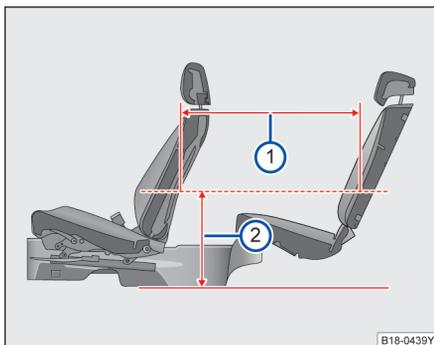

图 65 座椅座间距
当前排座椅前后位置：座椅最后往前滑动 125mm，高度及靠背角都处于设计位置；后排座椅位于设计位置时，在距离地板位置 474mm 处⇒图 65②，座间距为 831mm⇒图 65①。